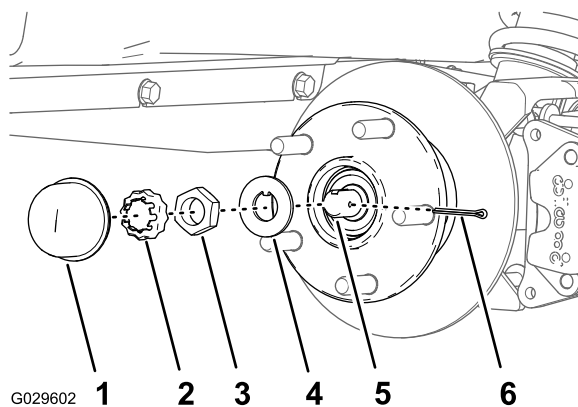
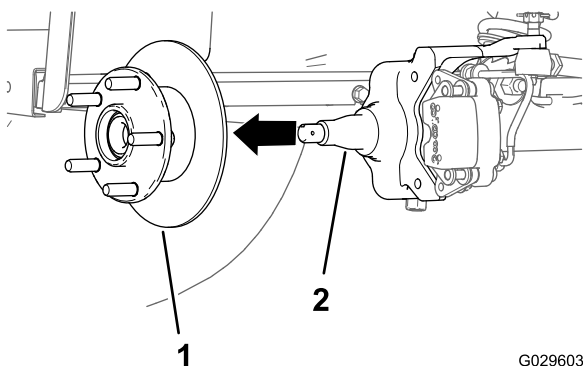

Figura 30
Figura 31
4. Retire o tampão antipoeira e a anilha do cubo (Figura 30).
5. Retire o contrapino e o retentor do eixo e porca do eixo (Figura 30).
6. Retire a porca do eixo do eixo e afaste o conjunto do cubo e o rotor do eixo (Figura 30 e Figura 31).